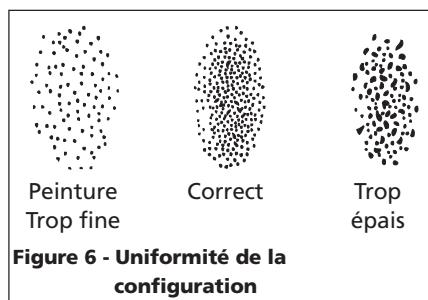

Figure 6 - Uniformité de la configuration
- Tirer brusquement sur la gâchette en tournant le bouton de réglage de fluide au sens contraire des aiguilles d'une montre. Observer la configuration du débit sur la cible et ajuster le bouton de réglage de fluide jusqu'à ce que vous obtenez la configuration (vaporisation) désirée (Voir Figure 6).